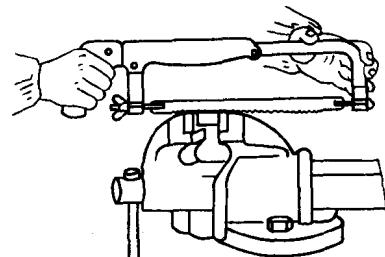

图 2-22 手锯握法
(1) 手锯握法 右手满握锯柄,控制锯割推力和压力,左手轻扶锯弓前端,配合右手扶正手锯,不要加过大的压力(图 2-22)。
(2) 姿势